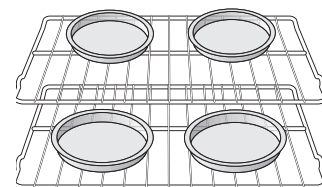

Figure 16 : Espacement des plats
- Lorsque vous cuisinez avec deux grilles de four, positionnez l'ustensile de cuisson comme illustré à la Figure 16. Laissez un espace d'au moins 5 à 10 cm (2 à 4 po.) entre les ustensiles de cuisson pour permettre à l'air de bien circuler.